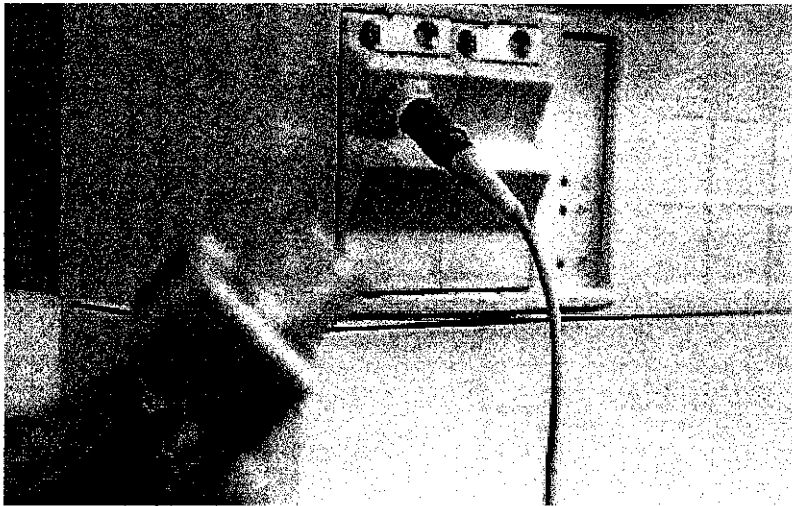

Figura 4. Ajuste de la calibración del sensor o del adaptador de CO2
1. Conecte el sensor de CO2 con el adaptador al ventilador (Figura 4). No conecte el adaptador al circuito del paciente. Coloque el sensor con el adaptador alejado de todas las fuentes de CO2 (incluida su respiración y la del paciente) y del orificio de salida de la válvula espiratoria). No mueva el sensor durante la calibración.